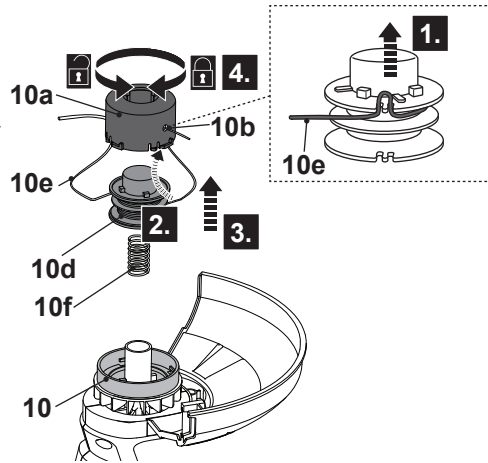

Fig. 15
6. Solte a linha para aparar (10e) dos entalhes e mantenha-a em posição. Evite que a linha para aparar (10e) fique espalhada da bobina de aparar (10d) (Fig. 15, passo 1).
7. Direcione a extremidade da linha para aparar pelo ilhó (10b) no invólucro (10a) (Fig. 15, passo 2).
9. Insira a bobina de aparar (10d) no invólucro (10a) (Fig. 15, passo 3).
10. Pressione a bobina de aparar para baixo (10d) juntamente com o invólucro (10a) contra a mola (10f) e rode à mão o conjunto até que este bloqueie na posição (Fig. 15, passo 4).